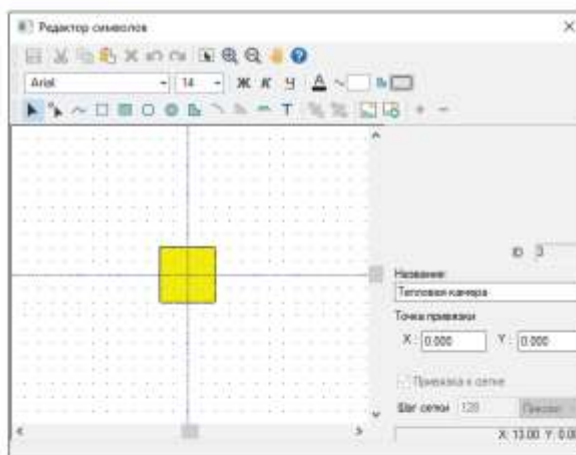

Рисунок 4.22. Окно редактора символов
2. Нажать кнопку **Изменить**. На экране появится редактор символов, (смотрите Рисунок 4.22, «Окно редактора символов»).